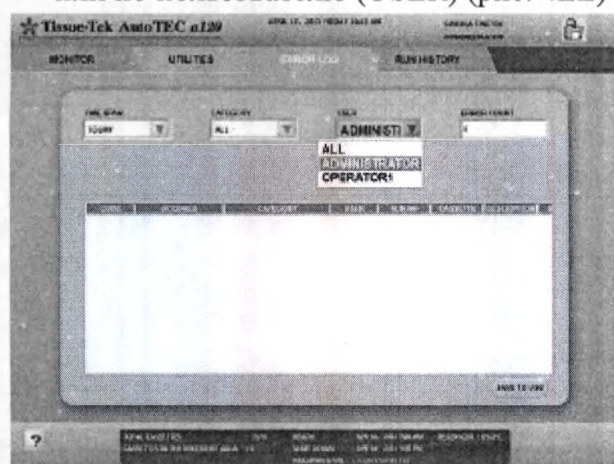

Рисунок 4EE
- или по пользователю (USER) (рис. 4EE)